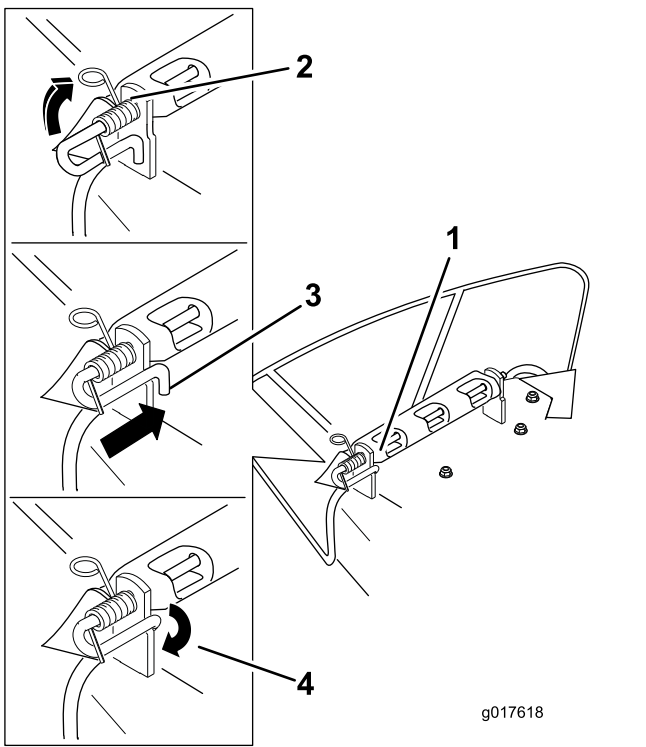

Figura 63
2. Coloque el nuevo deflector de descarga con los extremos de los soportes entre los soportes soldados de la carcasa, según se muestra en Figura 63.
4. Levante el extremo del muelle que tiene bucle y colóquelo en la muesca del soporte del deflector (Figura 63).